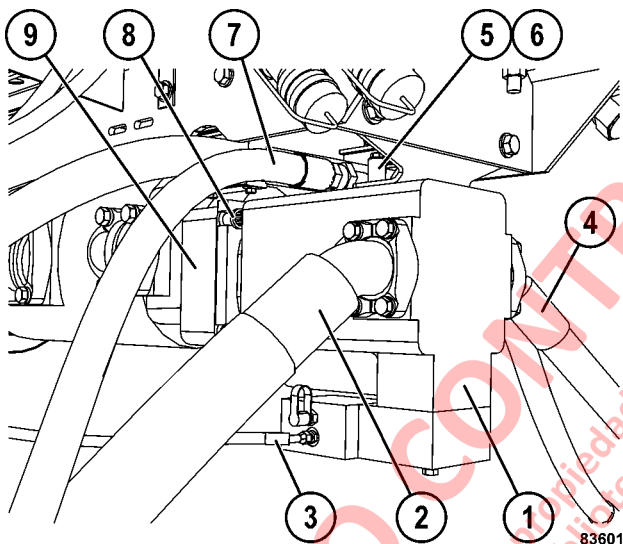

FIGURA 6-8. EXTRACCIÓN DE LA BOMBA DE DIRECCIÓN
3. Desconecte la manguera de suministro (2, Figura 6-8) y la manguera del filtro de dirección (4) de la bomba de frenos/dirección (1). Desconecte la manguera de drenaje de la carcasa (7) y la manguera de retroalimentación de descarga (3) desde los terminales en la carcasa de la bomba. Conecte las mangueras y los puertos para evitar la contaminación del aceite.
3. Mueva la bomba de freno/dirección (1, Figura 6-8) a su posición. Enganche el eje de la bomba de freno/dirección con el acoplador estriado de la bomba de elevación.
4. Instale dos espaciadores (6) y pernos (5). No apriete los pernos en esta etapa.
5. Alinee los agujeros de los pernos e instale cuatro pernos de montaje de la bomba (8). Apriete los pernos al torque estándar. Ahora apriete los pernos (5) al torque estándar.
7. Retire todos los tapones de las mangueras y puertos. Instale las mangueras (2), (3) y (4) en la bomba de freno/dirección con juntas tórica nuevas. Apriete los pernos firmemente. No conecte la manguera de drenaje a la caja (7) en este momento (ver paso 8).
9. Instale los acoples de drenaje de la carcasa y apriételos al torque estándar. Conecte la manguera de drenaje de la caja (7) al acople.